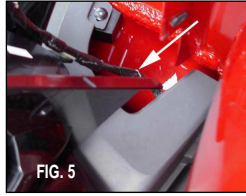

FIG. 5
5. Route the harness containing the **Green** wire and the 4-flat down the opening behind the taillight on the driver's side (Fig. 5). Route the 4-flat harness to the center of the vehicle. Route harness containing the **Green** wire underneath the vehicle up through the opening behind the passenger's side taillight.
5. Faites passer le faisceau comportant le fil **vert** et le connecteur plat à 4 conducteurs dans l'ouverture située derrière le feu arrière, côté conducteur (Fig. 5). Faites passer le connecteur plat à 4 conducteurs par le milieu du véhicule. Faites passer le faisceau contenant le fil **vert** sous le véhicule et à travers l'ouverture pratiquée dans le feu arrière, côté passager.
5. Dirija el arnés que contiene el cable **verde** y el 4-plano hacia abajo por la abertura detrás de la luz posterior del lado del conductor (Fig. 5). Dirija el arnés del 4-plano hasta el centro del vehículo. Lleve el arnés que contiene el cable **verde** debajo del vehículo hacia arriba a través de la abertura detrás de la luz trasera del lado del pasajero.